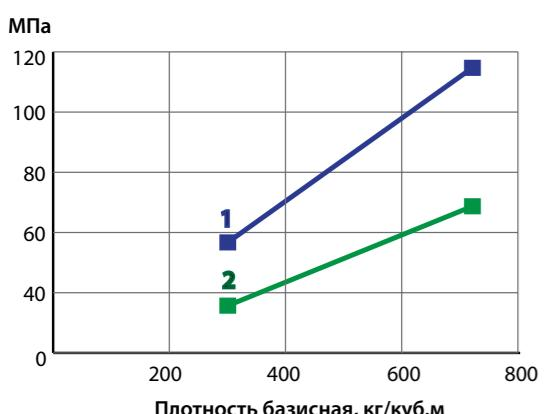

Рис. 1. Взаимосвязь плотности древесины с ее пределами прочности при изгибе (1) и сжатии вдоль волокон (2) для отечественных хвойных пород
1. Наиболее тесную взаимосвязь с показателями прочности имеет плотность древесины. Графически это показано на рис. 1 для отечественных хвойных пород.